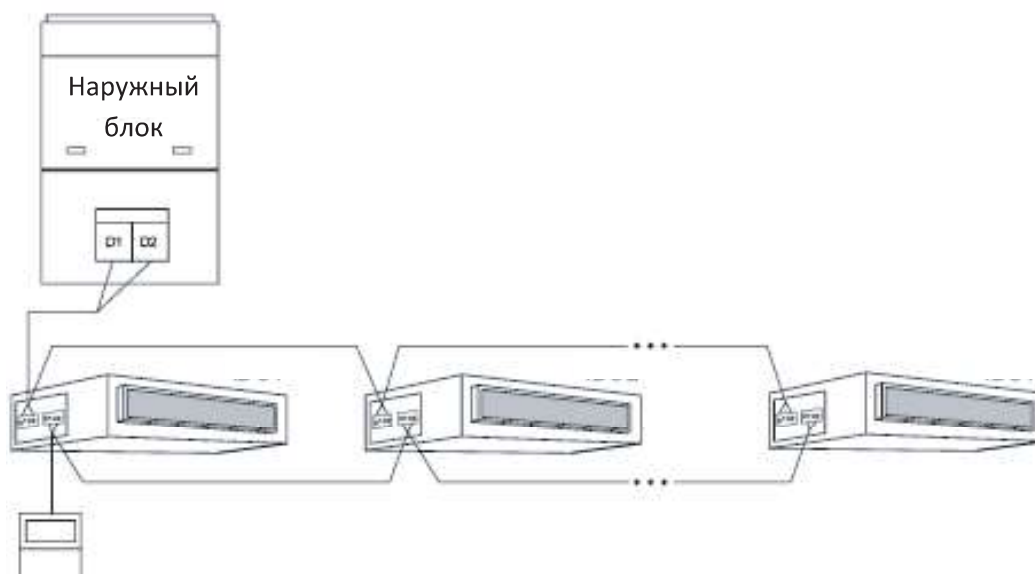

Рис. 8.5
8.3.4. К одному (или двум) проводному пульту управления можно подключить до 16 внутренних блоков (рис. 8.5). Внутренние блоки, имеющие общий проводной пульт, должны быть подключены к одной рабочей сети.